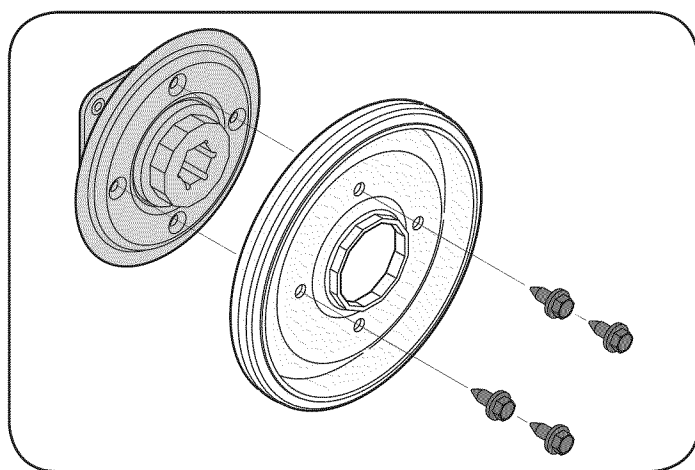

Figura 38
- Retire cuatro tornillos que fijan la rueda de fricción para el eje de montaje (consulte la Figura 38). Desechar las viejas ruedas de fricción.